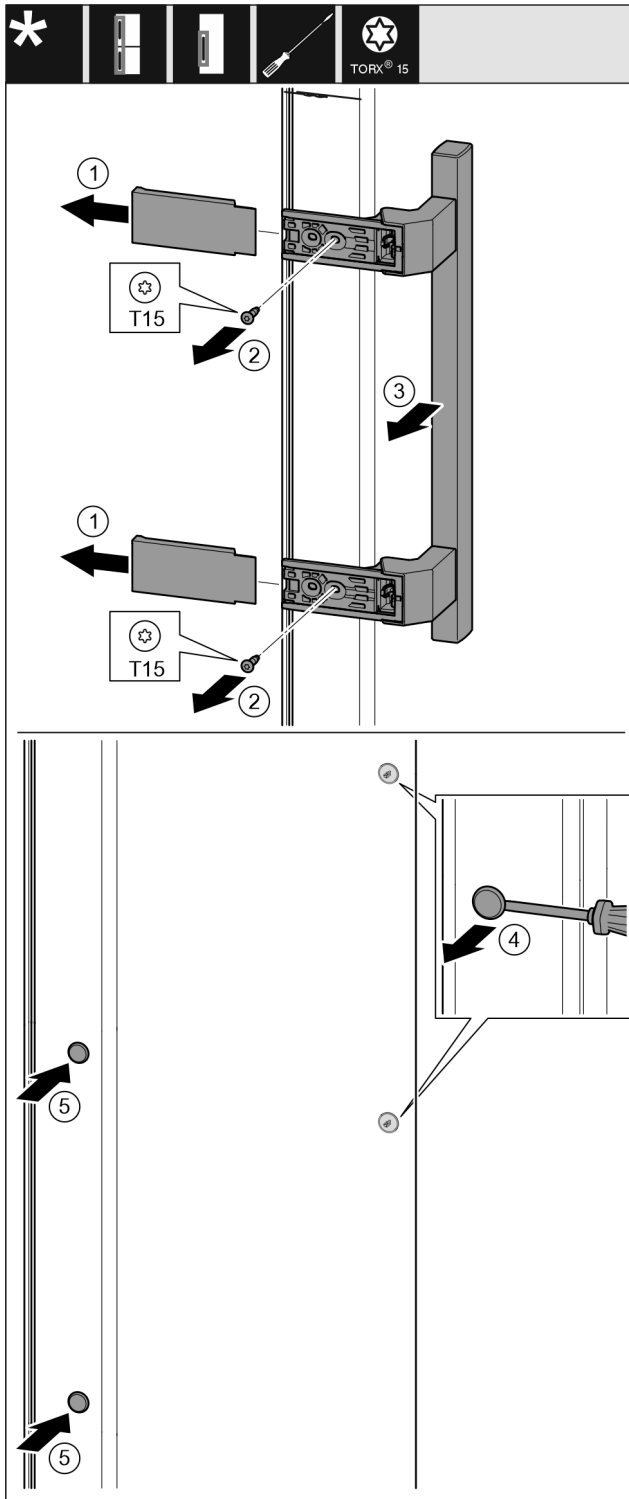

Fig. 19
- ▶ 拆下盖板。Fig. 19 (1)
- ▶ 用 T15 螺丝刀将螺钉旋出。Fig. 19 (2)
- ▶ 取下把手。Fig. 19 (3)
- ▶ 用带槽螺丝刀小心地提起侧边的堵头并将其拉出。Fig. 19 (4)
- ▶ 将堵头重新放入另一个侧。Fig. 19 (5)